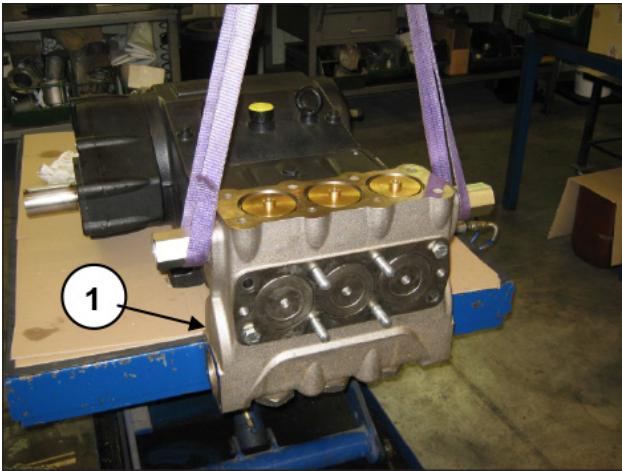

Abb. 109
Nehmen Sie den Kopf aus dem Pumpengehäuse heraus (Pos. ①, Abb. 109).